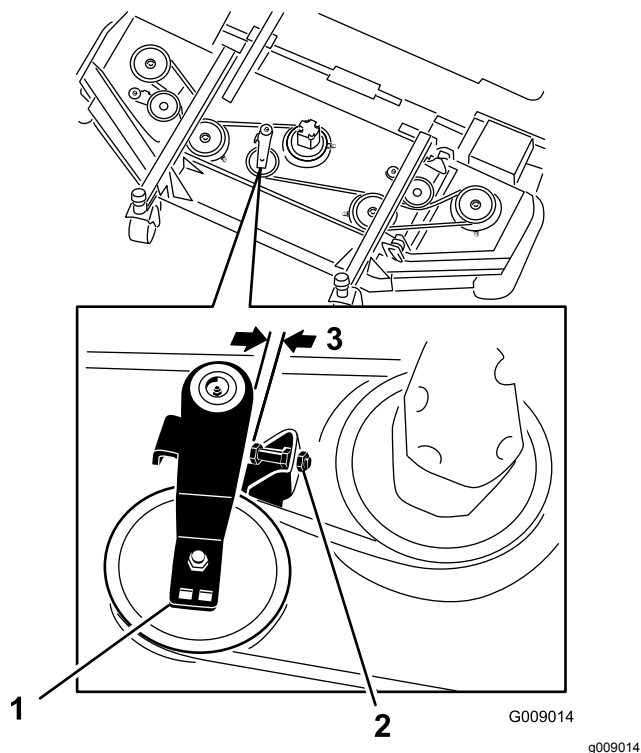

Рисунок 124
3. На передней деке в среднем положении отпустите контргайки на винте упора натяжного ролика и заверните винт упора в кронштейн (Рисунок 124).
4. Используя гаечный ключ с храповиком или аналогичный инструмент, отодвиньте натяжной ролик каждой боковой деки от приводного ремня, чтобы ослабить натяжение ремня и снять его со шкива боковой деки (Рисунок 124).